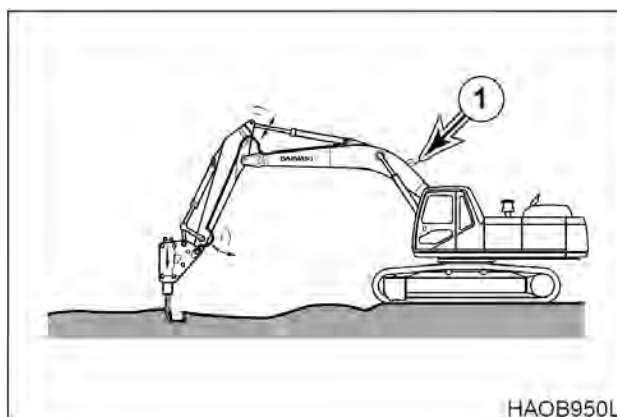

Рис. 73
5. НЕ использовать дробилку, если гидравлические шланги излишне вибрируют (рис. 73). Убедиться, что аккумулятор дробилки (1) не поврежден, и отремонтировать его при необходимости. Работа экскаватора в таких условиях может привести к повреждениям механических и гидравлических компонентов.